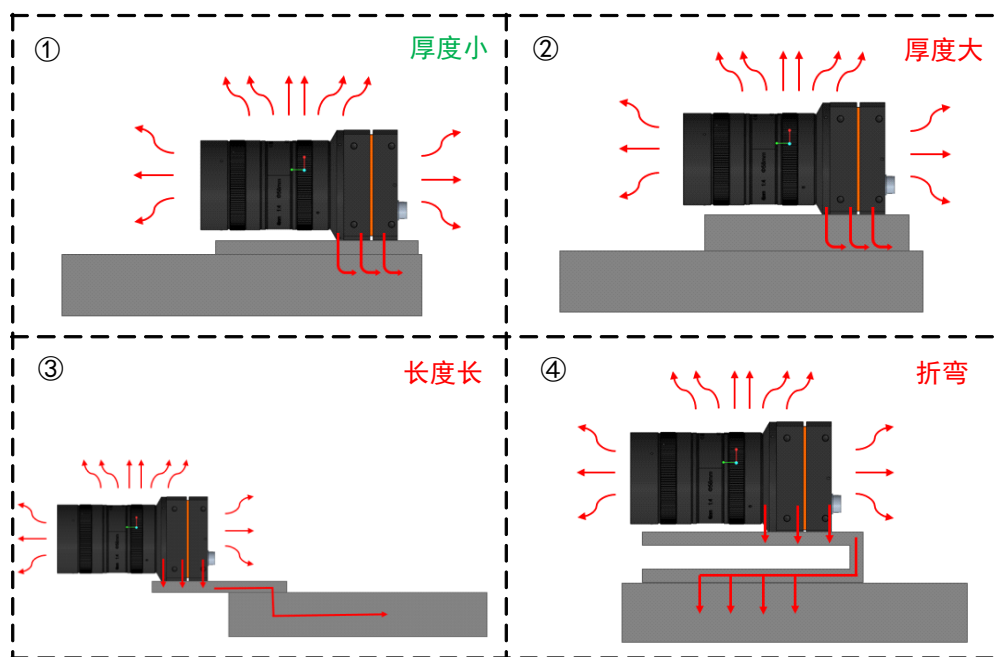

图4-8 不同安装方式的导热路径
如图 4-8 中安装方式①和②所示，建议使用厚度更薄的安装件，缩短相机通过安装件的导热路径。
如图 4-8 中安装方式③和④所示，避免使用长度延长以及折弯的安装件，增加相机通过安装件的导热路径。